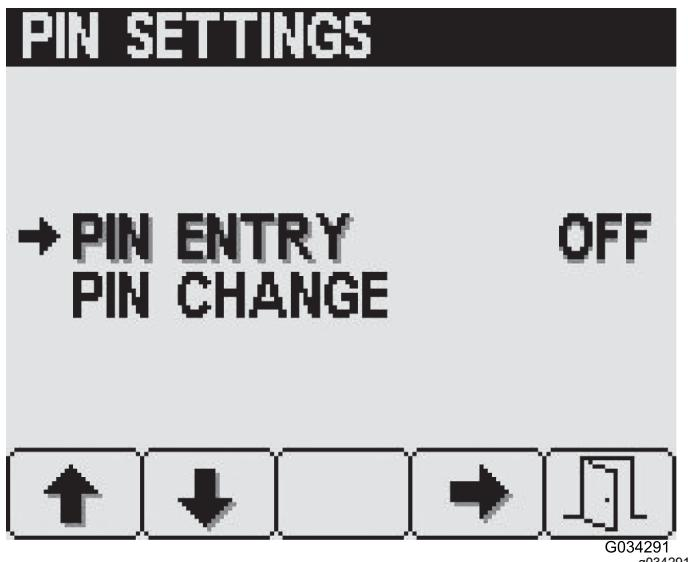

Figura 25
- Premete il pulsante 1 o 2 per selezionare l'opzione INSERIMENTO PIN (Figura 25).
2. Premete il pulsante 4 per ATTIVARE o DISATTIVARE il requisito PIN (Figura 25).